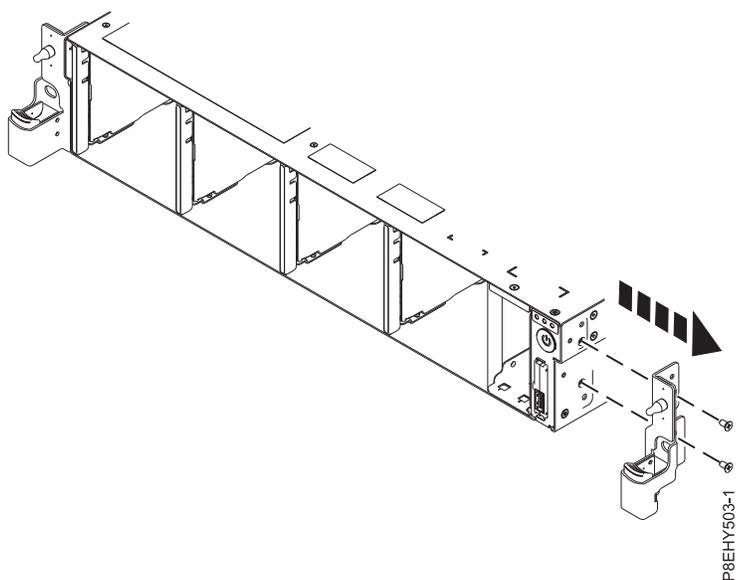

図 104. ラック取り付け支持具の取り外し
7. システムの側面からラック取り付け支持具を取り外します。94 ページの図 104を参照してください。